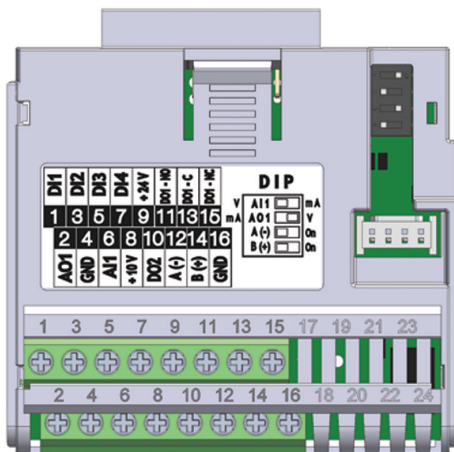

Abbildung 17.1: Steckmodul CFW500-IOS
Das CFW500-IOS Steckmodul hat nur eine (1) serielle Schnittstelle durch RS485 Port an Terminals 12(A-) und 14 (B+) siehe Abbildung 17.1 auf Seite 17-1.